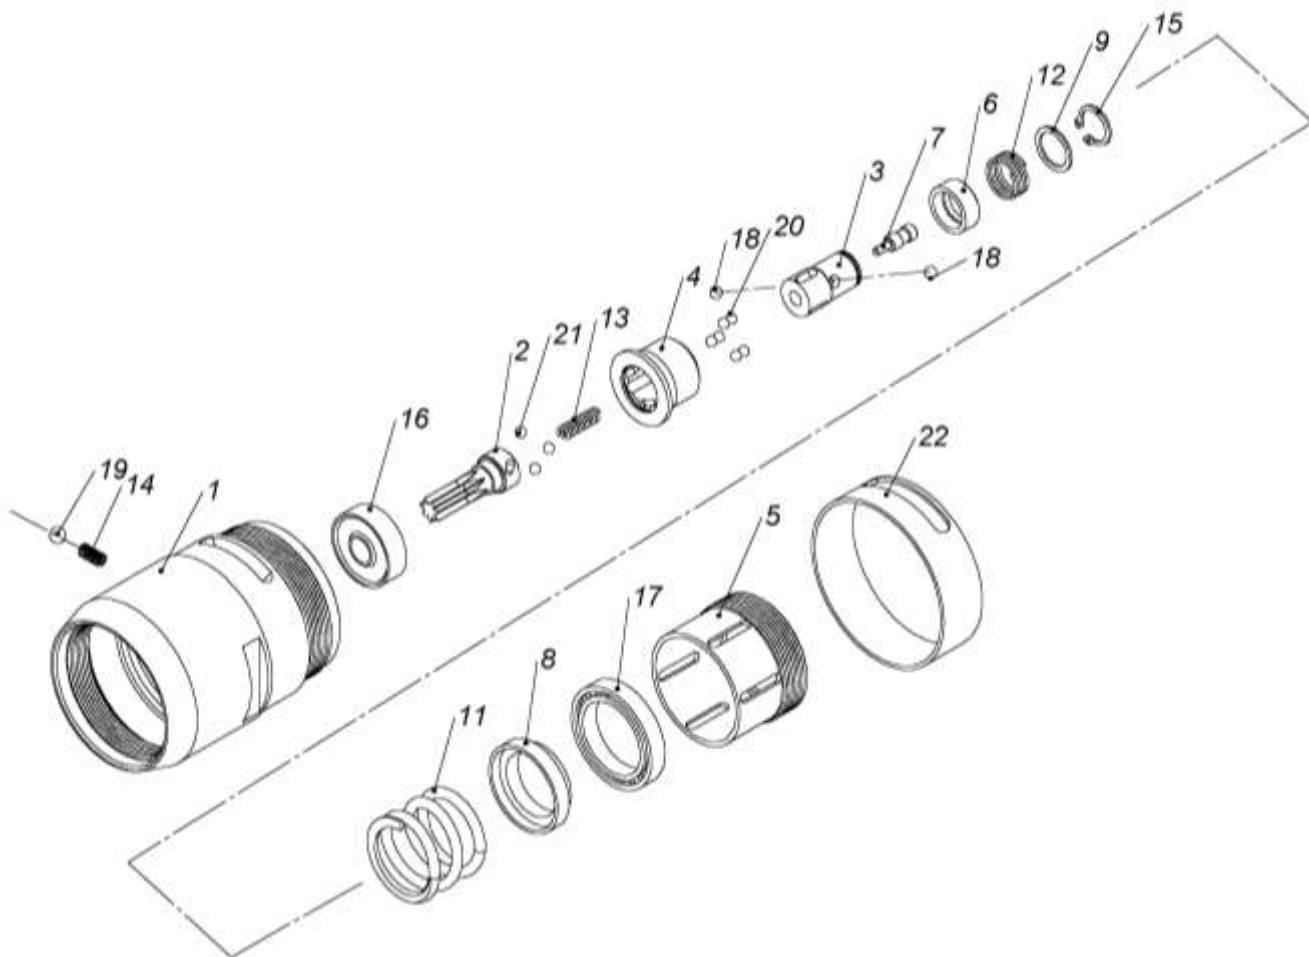
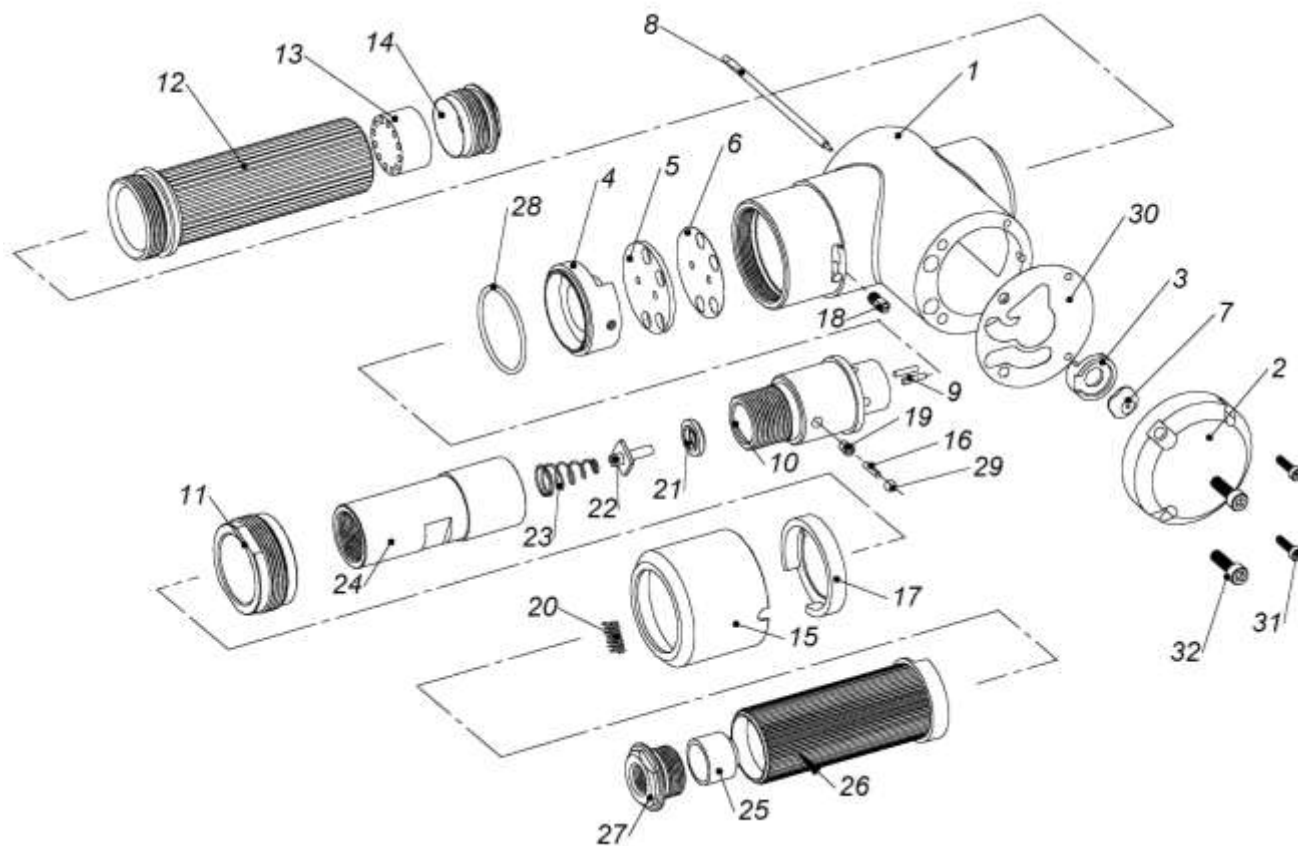

Рис. 10.
Рис. 11.
Поместить вал муфты в ведомую полумуфту, вложить шарики поз.20 (рис. 10) в пазы. Соединить ведущую и ведомые полумуфты с помощью шариков поз.19 и установить кольцо упорное. Поместить в центральное отверстие вала муфты пружину поз.10 и плунжер. Совместить проточку на плунжере с отверстиями вала муфты для шариков поз.20 и, удерживая плунжер в этом положении, поместить на место шарики поз.21, втулку, пружину поз.11, кольцо поз.15 и кольцо запорное поз.14.
- С помощью вала муфты поз.2 (рис.10) сориентировать сателлиты так, как показано на рис. 5.
<p>Заклинило поворотную шайбу.</p>	<p>Произвести промывку и смазку засорившихся деталей поз.4 и поз.10 (рис. 11).</p>
<p>Клапан поз.7 (рис. 11) после срабатывания муфты не вернулся в исходное положение.</p>	<p>Промыть клапан поз.7 и упорную втулку поз.3 (рис. 11). Промыть центральное отверстие ротора двигателя. Промыть и смазать толкатель поз.8 (рис. 11), при необходимости заменить его. Разобрать, прочистить и смазать механизм муфты предельного момента. При необходимости заменить пружину поз.13 (рис. 10).</p>
<p>Загрязнение отверстия ротора двигателя. Толкатель поз.8 (рис. 11) не перемещается свободно.</p>	<p>Извлечь двигатель и промыть отверстие ротора.</p>
<p>Загрязнение вала ведущего муфты поз.3 (рис. 10), повреждение пружины поз.13 (рис. 10). Не перемещается поршень поз.7 (рис. 10).</p>	<p>Разобрать, прочистить, смазать Механизм муфты предельного момента. При необходимости заменить пружину поз.13 (рис. 10).</p>
<p>Регулировочная втулка раскручивается в процессе работы. Пружина поз.14 (рис. 10) слабо поджимает фиксирующий шарик поз.19 (рис. 10).</p>	<p>Прочистить отверстие под шарик в корпусе муфты и (или) заменить пружину.</p>